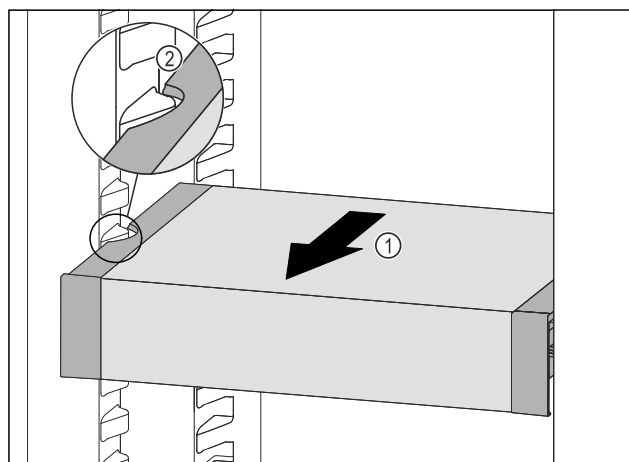

Fig. 110
- ▶ Trageți în față VarioSafe Fig. 110 (1), până când degajările laterale ale VarioSafe se află la înălțimea nervurii recipientului din frigider. Fig. 110 (2)